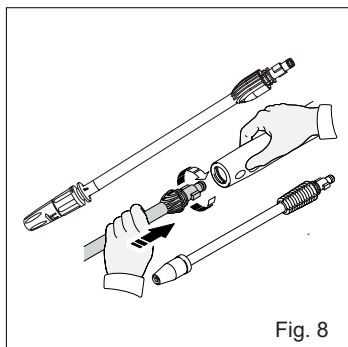

Fig. 8
- Mientras la pistola de rociado está en la posición bloqueada, inserte la lanza de boquilla alta / baja o la boquilla turbo en el extremo de la pistola de rociado insertando y empujando juntos girando a la derecha simultáneamente. Para retirar, empuje y gire en sentido contrario a las agujas del reloj (Fig. 8).